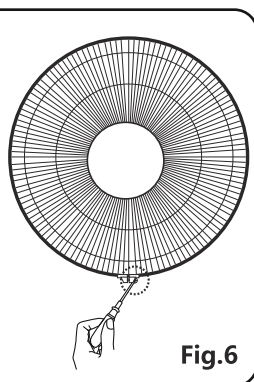

Fig.6
3. Allineare il gancio della protezione anteriore alla protezione posteriore. Fissare la protezione anteriore alla protezione posteriore utilizzando la clip di protezione. Quindi, serrare la protezione della ventola bloccando la vite e il da (Fig.6)